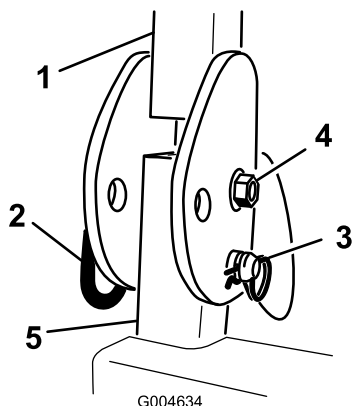

Figure 58
1. Enlevez le boulon, l'écrou, la goupille fendue et la goupille qui fixent chaque élément du système ROPS aux montants (Figure 58). Déposez l'élément du système ROPS.